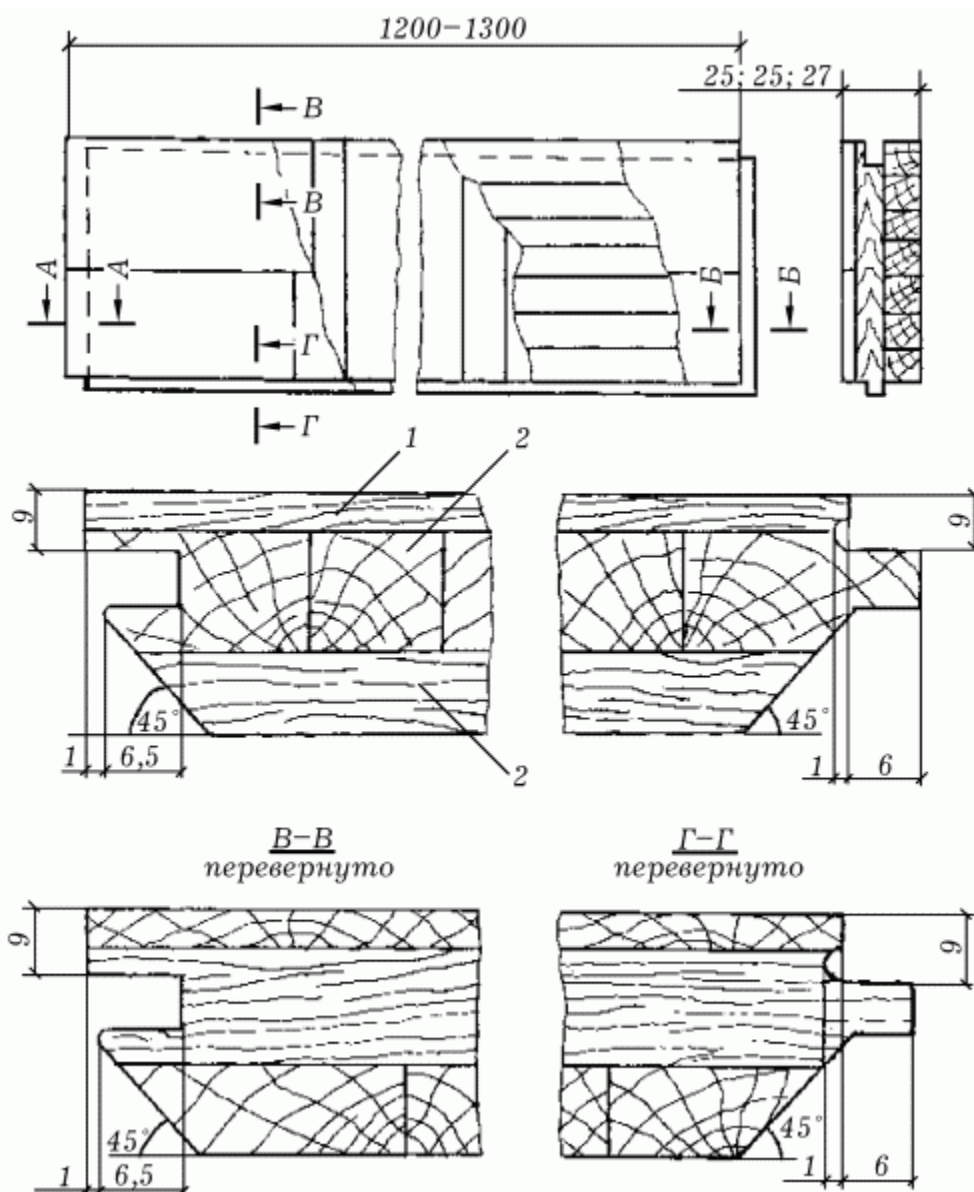

Рис. 4. Паркетные доски ПДЗ: 1 – паркетные планки; 2 – рейки основания.
3. Паркетные доски ПД3 с двухслойным основанием, сделанным из двух соединенных между собой слоев реек, уложенных во взаимно перпендикулярном направлении (рис. 4).